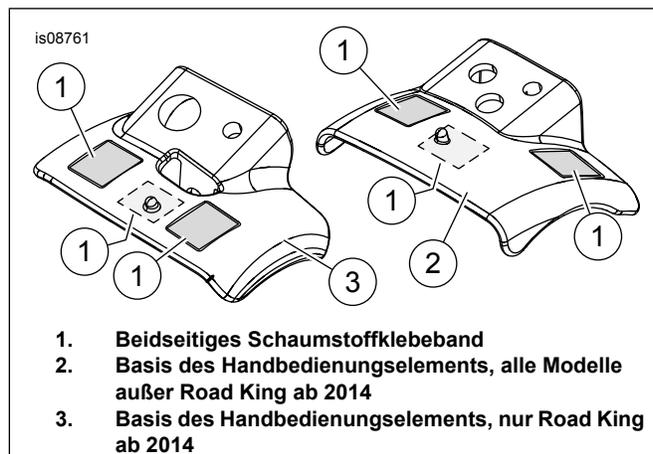

Abbildung 1. Basis des Handbedienungselements und Klebeband
2. Siehe Abbildung 1. Mit einem Gemisch aus 50-70 Prozent Isopropylalkohol und 30-50 Prozent destilliertem Wasser reinigen. Klebeband (1) abschneiden und wie abgebildet auf die Basis des Handbedienungselements (2 oder 3) kleben.